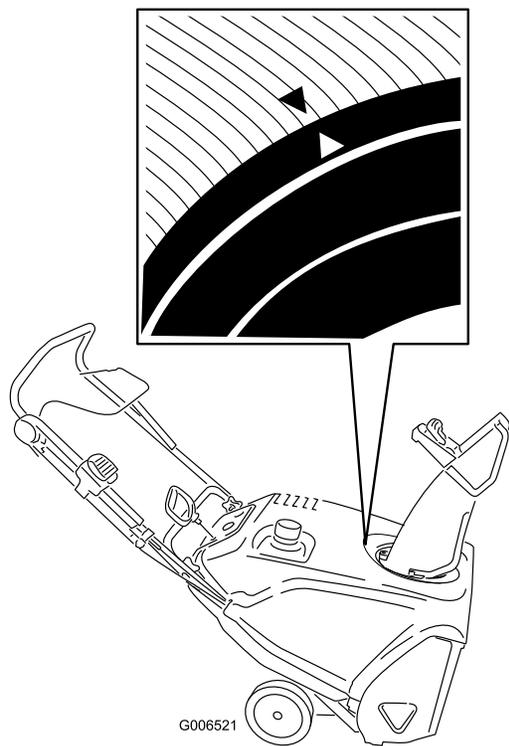

Figure 34
- Tournez le déflecteur en avant, en alignant la flèche située à l'arrière sur celle située sur le carénage (Figure 34).